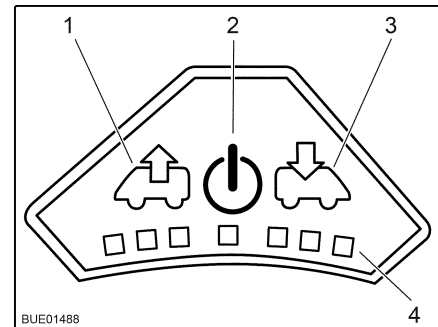

Bild 36 Fläkttreglage
- Tryck på på/av-knappen (Bild 36,2). Fläkten går i komfortläge (vädring med lägsta fläktvarvtalet).
- För att höja fläktvarvtalet: Tryck på vädringsknappen (Bild 36,1). Fläktvarvtalet i vädringsriktningen ökar en nivå. Lysdioderna (Bild 36,4) visar de olika nivåerna.
- För att minska fläktvarvtalet: Tryck på ventilationsknappen (Bild 36,3). Fläktvarvtalet minskar en nivå.
- För att höja fläktvarvtalet: Tryck på ventilationsknappen (Bild 36,3). Fläktvarvtalet i ventilationsriktningen ökar en nivå. Lysdioderna (Bild 36,4) visar de olika nivåerna.
- För att minska fläktvarvtalet: Tryck på vädringsknappen (Bild 36,1). Fläktvarvtalet minskar en nivå.
- Tryck på på/av-knappen (Bild 36,2). Fläkten stannar och lamporna släcks.